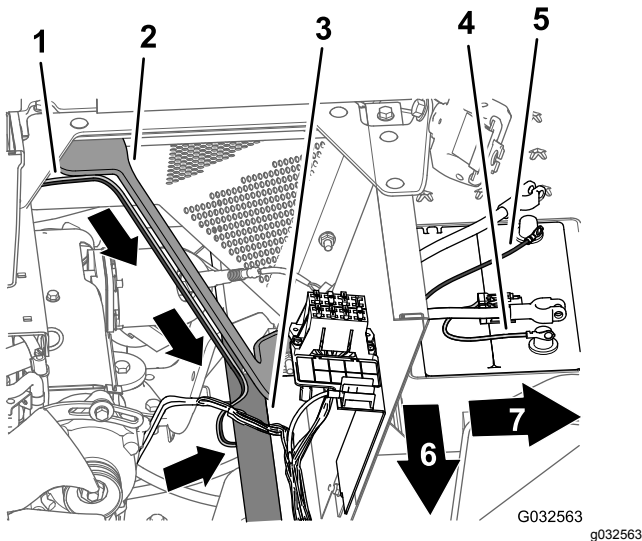

Bild 111
- Verlegen Sie den 165-cm-Zweig des Kabelbaums nach unten entlang der linken Stütze für die Motorhaube und unter dem linken Rahmenrohr (Bild 111).
Kabelbaums zur Oberseite der Batterie (Bild 111).